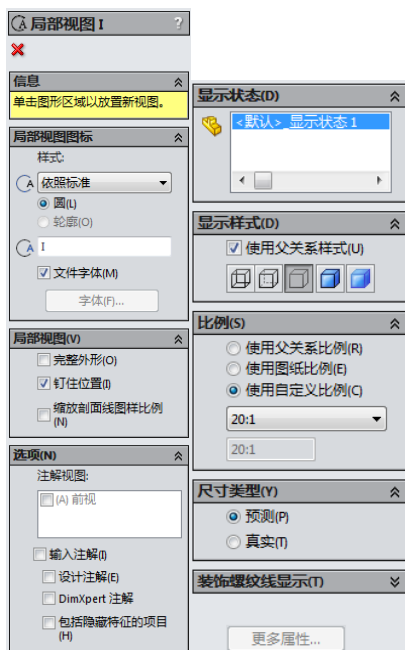

图 5-17 “局部视图”属性管理器
(4) 在图 5-17 所示“局部视图”属性管理器中设置选项。